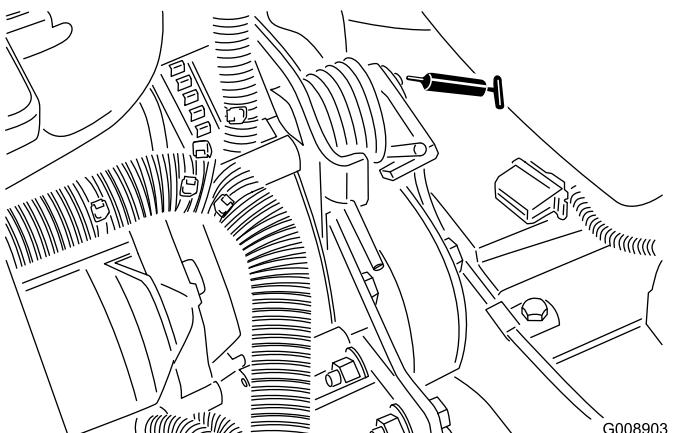

Figura 39
- Pivote tensor de la correa (Figura 39)